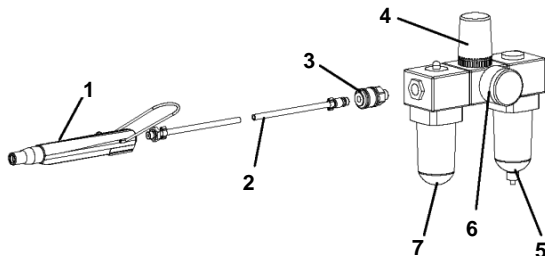

Abb. 1 Anschluss
- Die BIAX-Druckluft-Schrauber (1) werden in Verbindung mit Schlaucheinheit (2) über die Einhandkupplung (3) an die Wartungseinheit (4) angeschlossen.
- Dabei ist zu beachten, dass die Wartungseinheit in der Reihenfolge Wasserabscheider (5), Druckmanometer (6), Ölnebler (7) montiert wird (siehe Abb. 1).